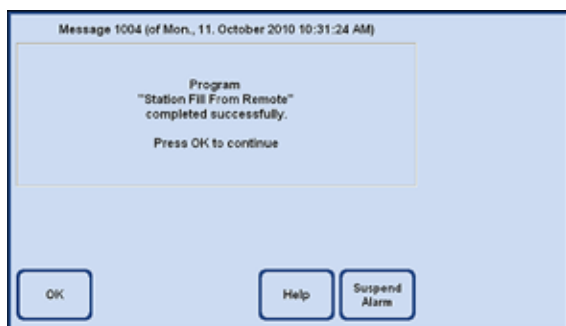

Рис. 173
- После завершения продувки будет выведено сообщение (рис. 173), что бесконтактное заполнение окончено. Для завершения процесса нажмите кнопку **OK**.